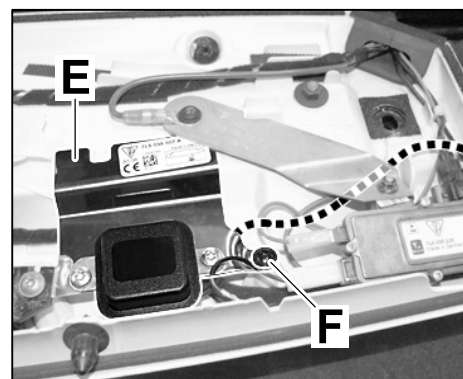

Bild 8
- 3.4 GPS-Antenne $\Rightarrow$ Bild 8 -E- positionieren und mit Schraube von der dritten Bremsleuchte sowie die Linsenschraube $\Rightarrow$ Bild 8 -F- befestigen.